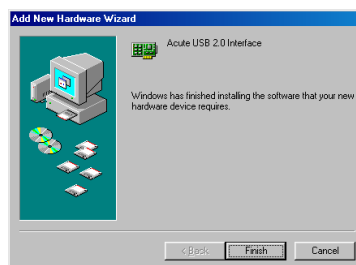

Figure 5
7. Нажмите “Finish” (Figure 5) когда драйвер будет установлен.